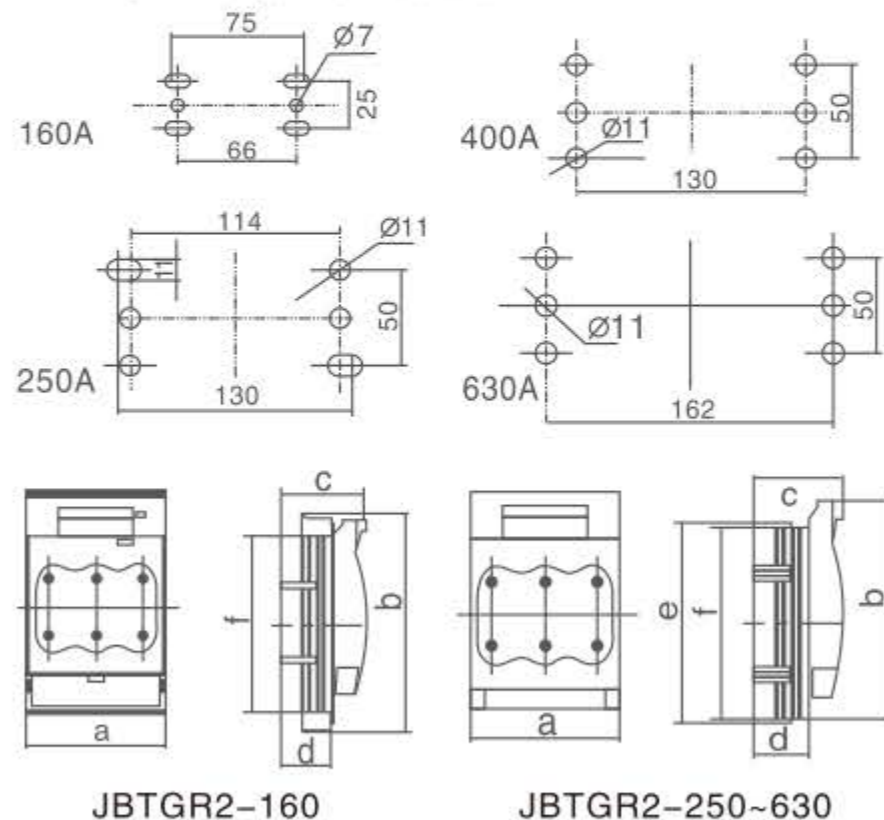

图1: 外形尺寸、安装尺寸
- 3、开关基座上的4个孔用螺栓固定, 安装尺寸见附图1。
- 4、按图D装上防护罩, 并按程序2箭头方向将锁定件旋转90°安装尺寸见附图1。
1. 外形及安装尺寸见图1和表1